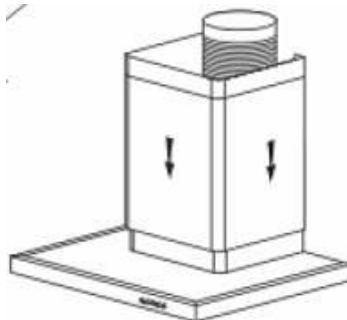

Bild.5
- Fixera de två kanalerna till kåpan.(del bild 5)